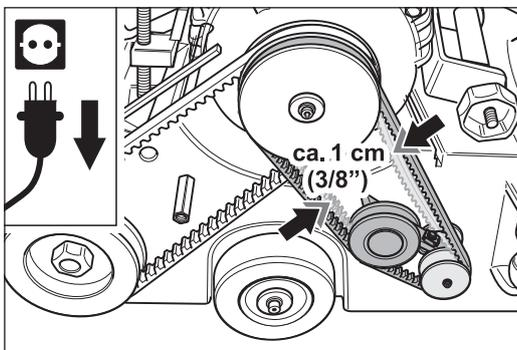

Abb. 64 Spannen des Keilriemens von dem Ventilator. Die Durchbiegung sollte ca. eine Riemenbreite betragen.
- 9 Kontrollieren Sie die Riemen Spannung. Der Riemen sollte sich knapp eine Riemenbreite durchbiegen lassen (Abb. 64).